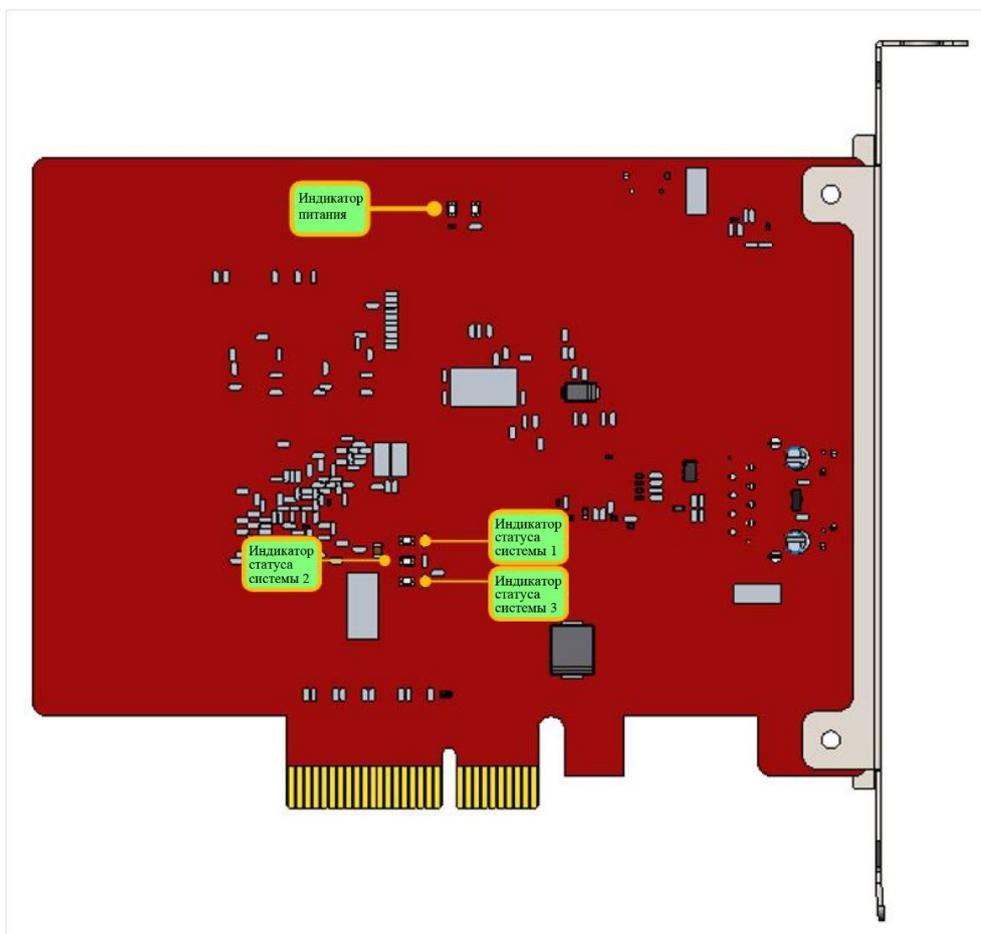

Рис. 14. Индикаторы BMC2282
1. Проверить состояние индикаторов на BMC2282. Положения индикатора питания и индикатора состояния системы показаны на Рис. 14.